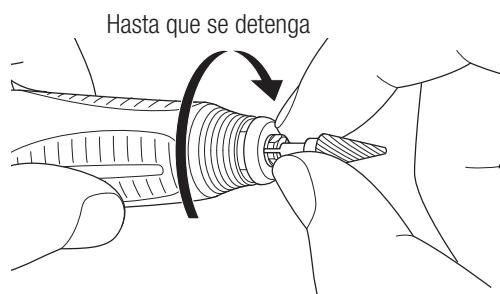

Fig. 10
- 3) Gírela en el sentido de las agujas del reloj con el dedo hasta que se detenga (Fig. 10).